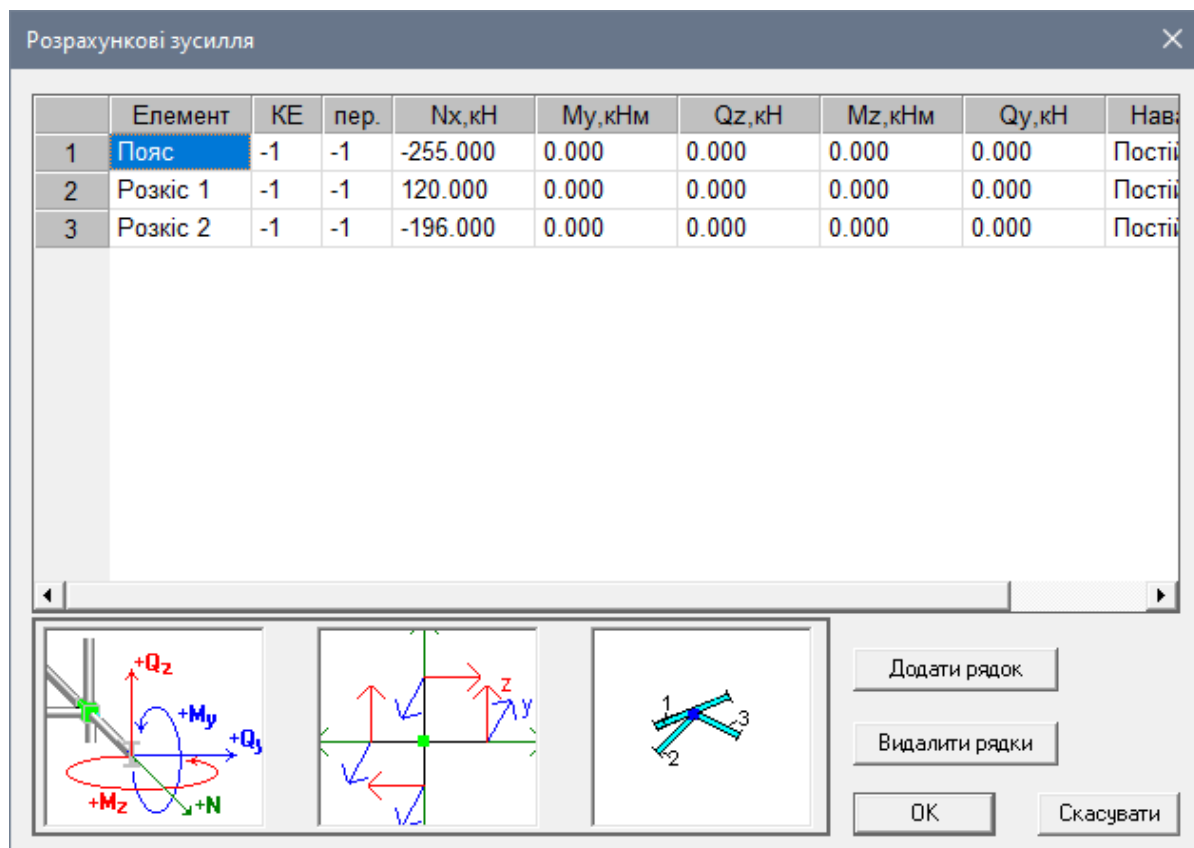

Рис. 20.7. Діалогове вікно **Розрахункові зусилля**
- В діалоговому вікні **Розрахункові зусилля** (рис. 20.7), що з'явилося, задайте наступні значення нормальних зусиль  $N_x$  для поясу і двох розкісів: